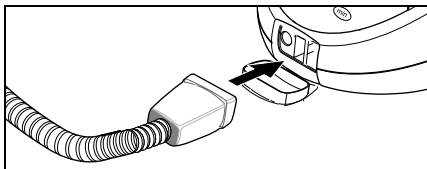

Fig. 5
- Enfoncez à fond le connecteur vapeur (C7) dans la prise de l'appareil (A1). Les crans du connecteur vapeur doivent s'enclencher dans le cache de la prise (voir fig. 5).